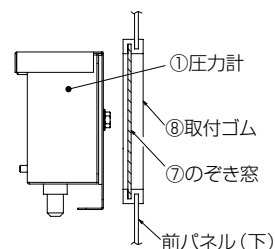

図5
- (6) エアパージを行うには圧力計側のフレアナットを少し緩め、その接続部よりシューツというエア抜き音を確認したら直ちに本締めしてください。ガス漏れのないことを確認してください。
- (7) 前パネル (下または右下) 上部のノックアウト穴を打ち抜いて、部品⑦のぞき窓、部品⑧取付ゴムを取付けてください。(図5)
- (8) 前パネル (下または右下) を取付けてください。